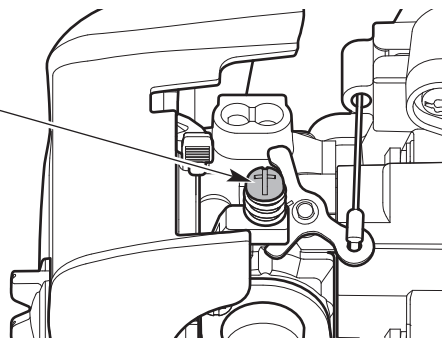

Fig. 28
- Si le moteur s'arrête, augmentez le régime de ralenti. Utilisez un petit tournevis cruciforme pour tourner la vis de ralenti vers la droite, de 1/8 de tour à la fois, et ce, jusqu'à ce que le moteur tourne bien au ralenti (Fig. 28).
- Si la chaîne de la scie tourne lorsque le moteur tourne au ralenti, réduisez le régime de ralenti. Tournez la vis de ralenti dans le sens antihoraire, 1/8 de tour à la fois, jusqu'à ce que la chaîne de la scie s'arrête (Fig. 28).